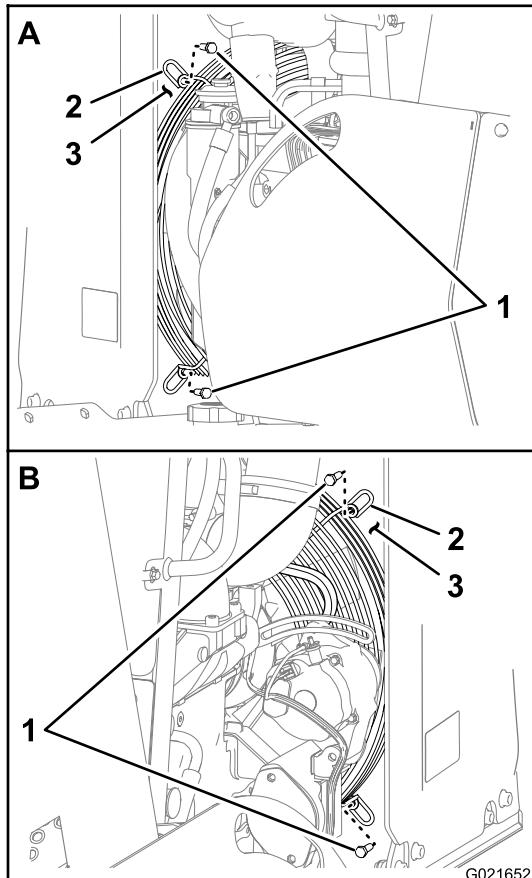

Рисунок 87
6. Отверните 4 винта крепления ограждения вентилятора к кожуху (Рисунок 87).
- Поверните ограждение вентилятора по часовой стрелке вокруг приводного вала вентилятора, пока отверстие в ограждении не будет в положении «на 6 часов» (Рисунок 87).
- Прикрепите ограждение вентилятора к его кожуху (Рисунок 87).